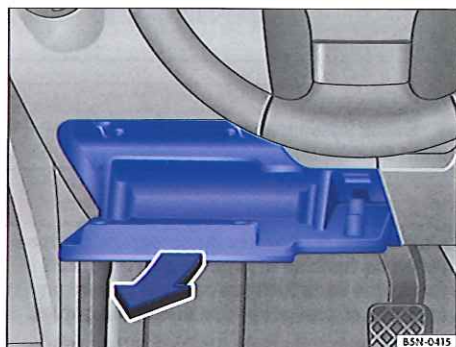

Fig. 229 Côté conducteur dans le tableau de bord : cache de la boîte à fusibles.
- Ouvrez le rangement et tirez-le vigoureusement vers l'arrière \Rightarrow fig. 229.